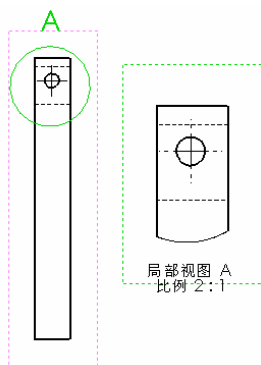

图 14-38 局部视图
- ① 激活现有视图。
- ② 在要放大的区域，用草图绘制实体工具绘制一个封闭轮廓。
- ③ 选择放大轮廓的草图实体。
- ④ 单击“工程图”工具栏上的 （局部视图）按钮，或选择菜单栏中的“插入”→“工程视图”→“局部视图”命令。
- ⑤ 移动指针，显示视图的预览框。当视图位于所需位置时，单击以放置视图。最终生成的局部视图如图 14-38 所示。